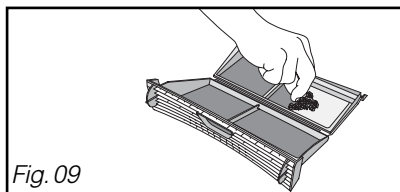

Fig. 09
- Nettoyez-le en le débarrassant de la mince couche de peluche qui le recouvre (Fig. 09).